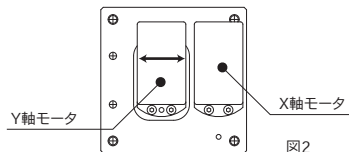

図2
- X-Yステージは、Y軸モータ自体がX軸方向(図2矢印方向)に動きます。周囲干渉にご注意ください。